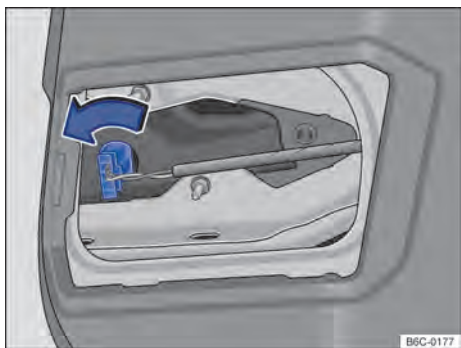

Fig. 135 Na tampa traseira: desinstalar o suporte da lâmpada.
4. Girar o suporte da lâmpada → Fig. 135 até o batente no sentido anti-horário e desencaixar do alojamento.